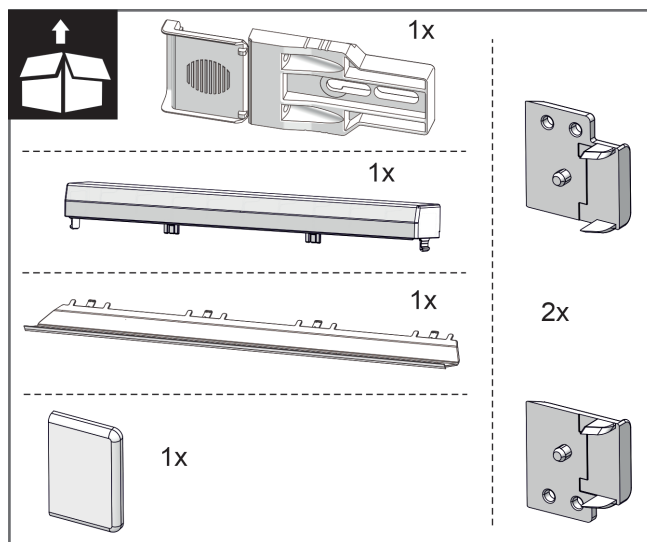
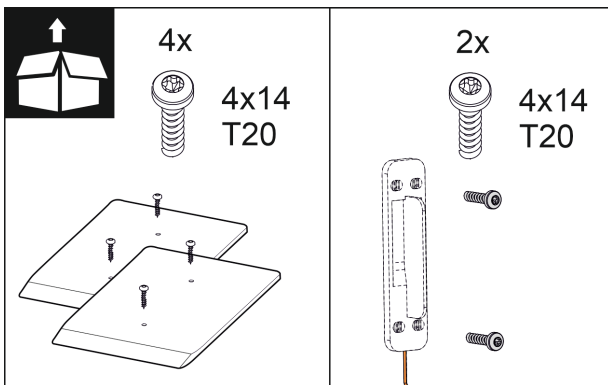

Fig. 10
Fig. 16
2. Skontrolujte montážne diely v príslušenstve. *Fig. 10 () až Fig. 16 ()*
### Montážne diely v príslušenstve *Fig. 10 () až Fig. 16 ()*